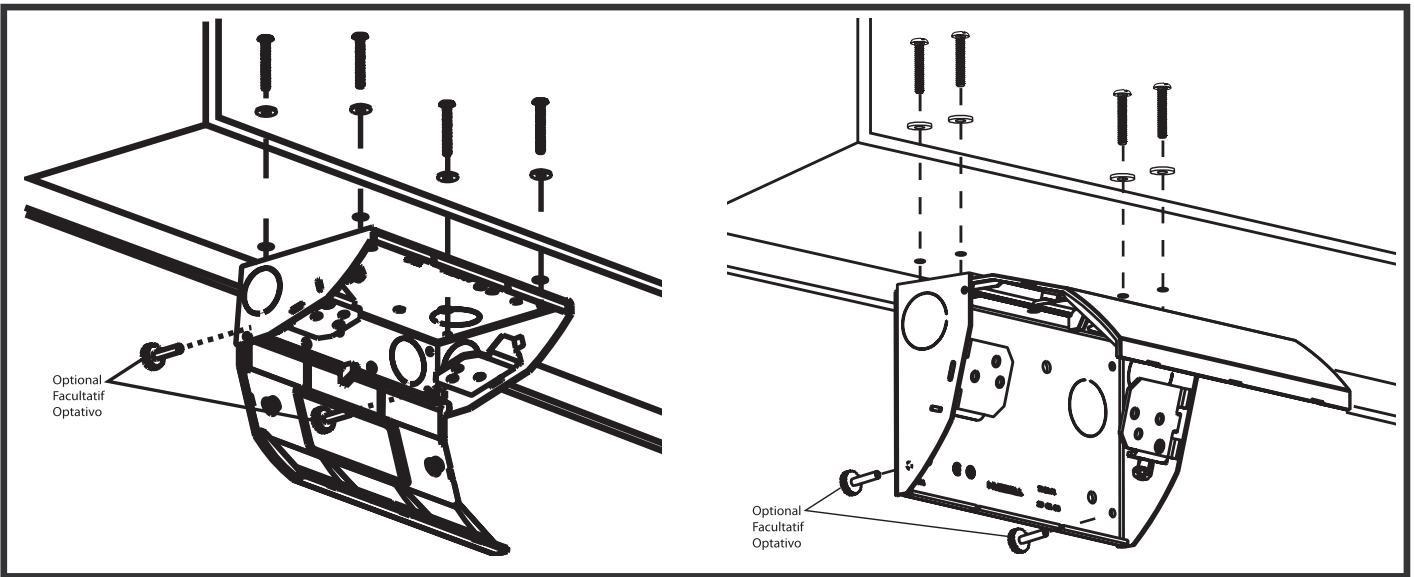

FIGURE 1
- a) Cabinet Mounting (Fig. 1):
- a) Montage sous l'armoire (Fig. 1).
- a) Montaje bajo el armario (Fig. 1).